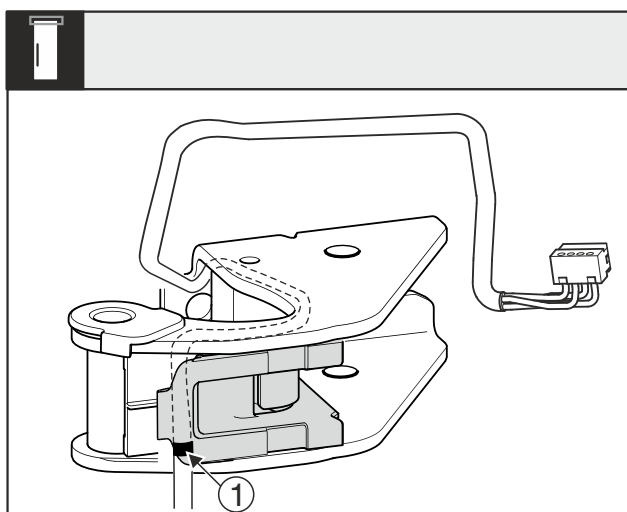

Fig. 28
- ▷ A középső jelölésnek Fig. 28 (1) ekkor a kábel tartójának szélénél kell lennie.